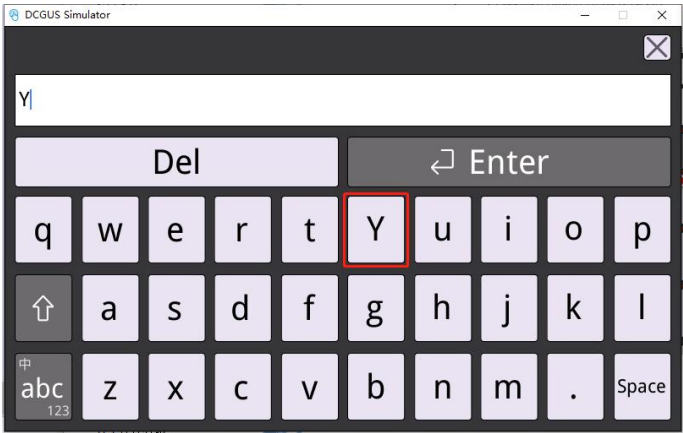

图 13-5 运行测试
2. 点击菜单栏中【编译运行】按钮运行工程测试，效果如图 13-5 所示；